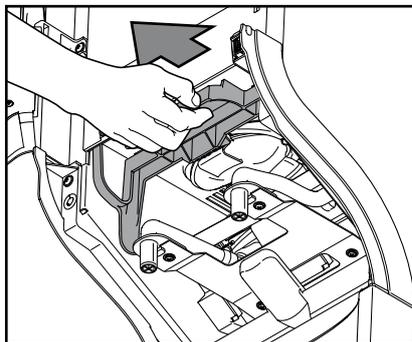

Fig. 37
- c. Tirez sur le verrouillage pour détacher le bol de mélange dans l'ensemble (fig. 37).